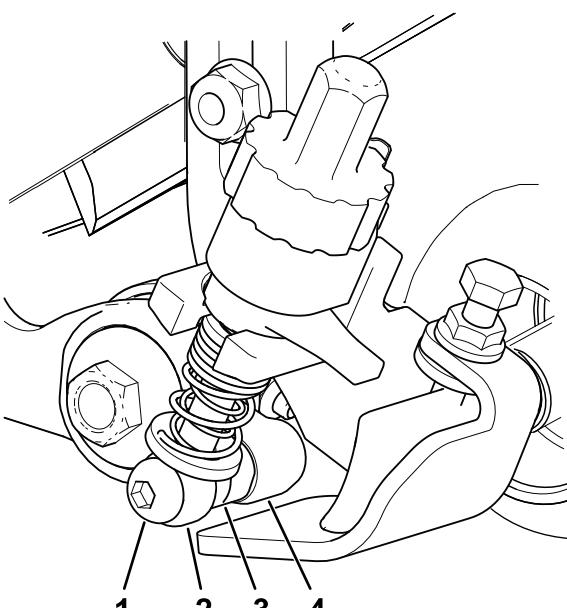

図 12
- リールが回転しないようにしたら、駆動ボックスのシャフトの六角ヘッドを135-150 N·m 13.8-15.3 kg·m = 100-110 ft-lbにトルク締めする図12を参照。
4. アイドラアセンブリ側で、刈高ブラケットのアジャスタームを、アイドラアセンブリのアジャスタカラーに合わせて、ショルダボルトを使って図 12のように固定し、ショルダボルトを 20-26 Nm 2.1-2.6 kg/m = 15-19 ft-lb にトルク締めする。